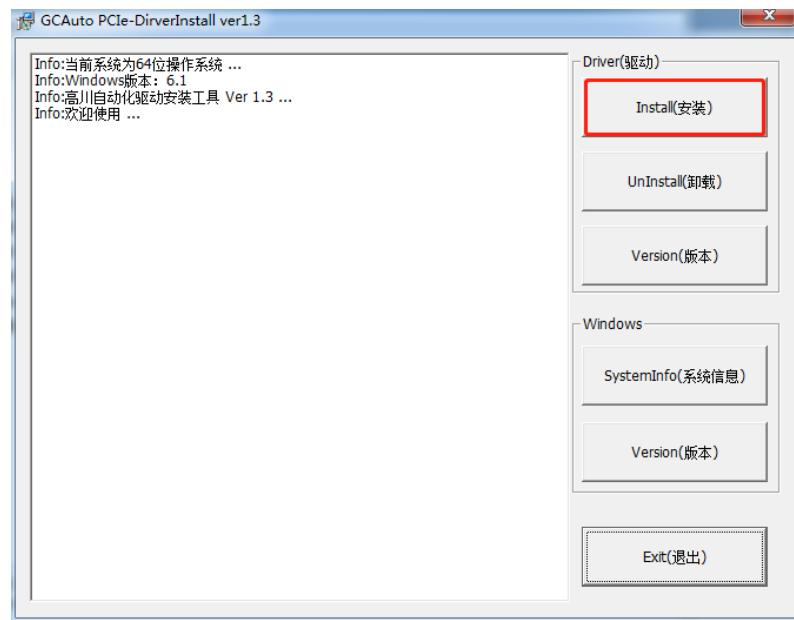

图2.2.1 驱动安装界面
(1) 电脑关机状态插上PCIE卡，开机后，打开路径“PCIE系列光盘资料\驱动工具\高川PCIE卡驱动安装管理工具”双击DriverInstall.exe如图2.2.1驱动安装界面；